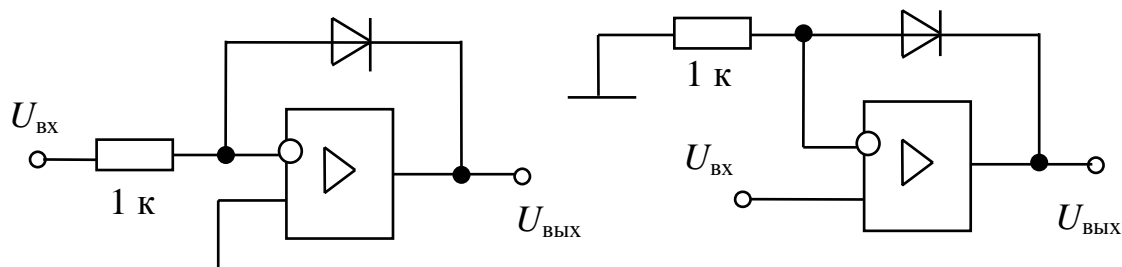

Рис. 4
4. Проанализировать диаграммы выходных напряжений при подаче синусоидальных сигналов амплитудой 5 В на входы каскадов, изображенных на рис. 4. Повторить эксперимент, изменив полярность включения диода.